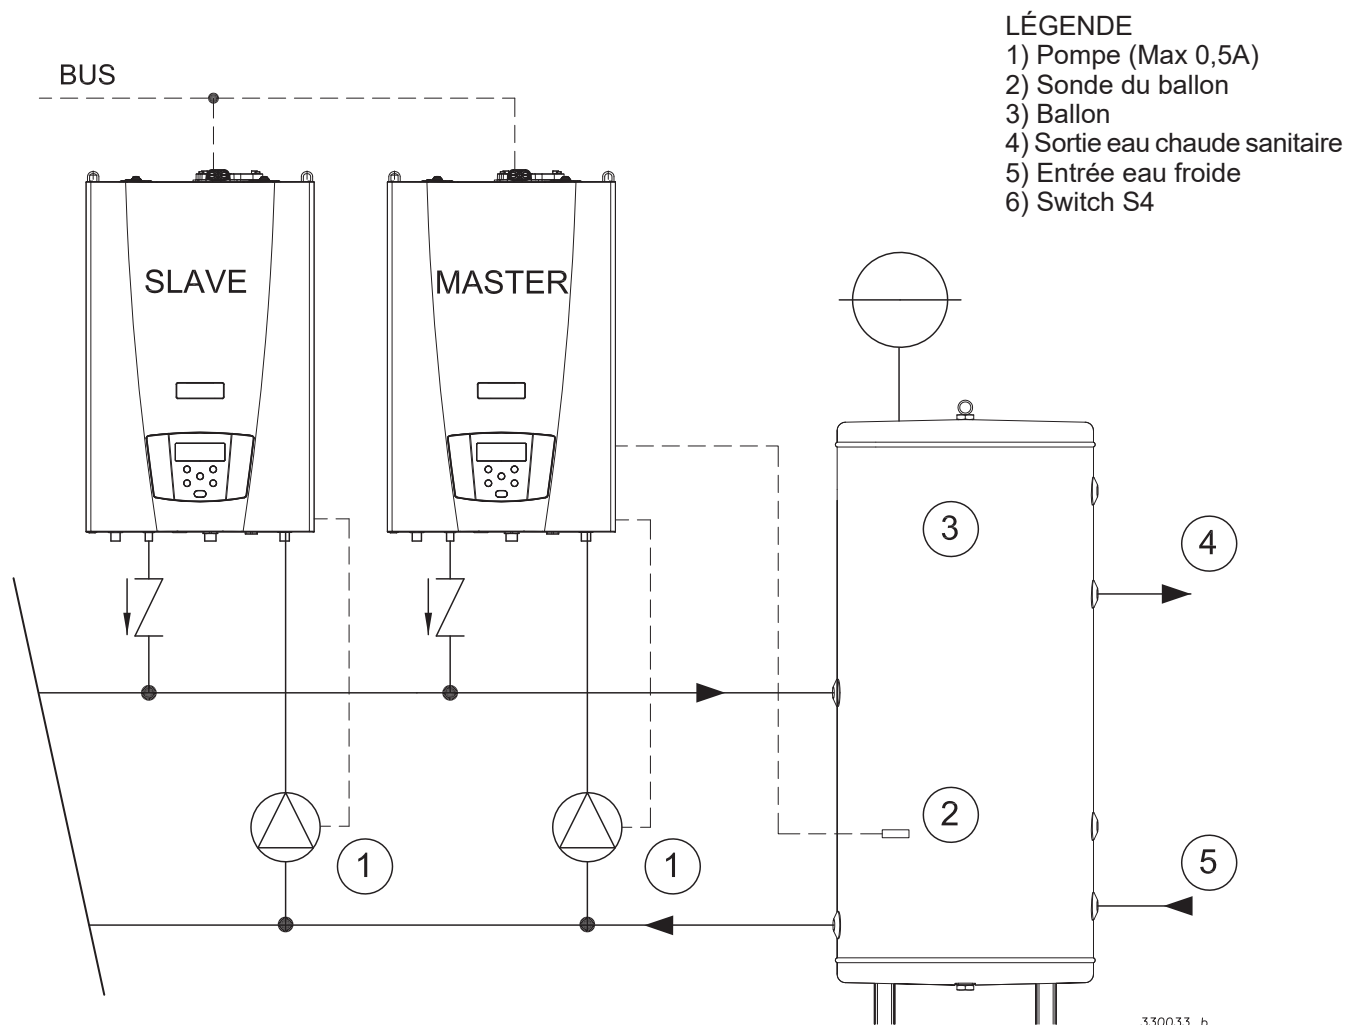

Figure 5-16 - Raccordement hydraulique des appareils en cascade avec ballon
Cet appareil peut être connecté en cascade à un maximum de 8 appareils. Le schéma de connexion hydraulique est illustré à la Figure 5-16. Il est possible d'effectuer d'autres types de raccordements hydrauliques (demandez les schémas de référence au fabricant). La cascade est gérée par la carte mère de l'appareil que nous définirons ici et ensuite "Master". Pour connecter les appareils en cascade, procédez comme suit:
- 1.- Effectuer l'installation hydraulique comme indiqué sur la Figure 5-16;